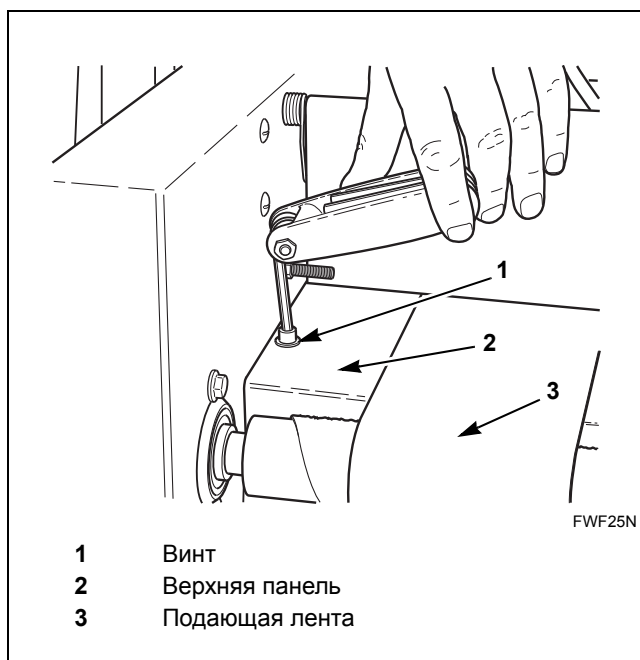

Рис. 26
5. Удалите винт из левой стороны верхней панели (за подающим роликом). См. Рис. 26.